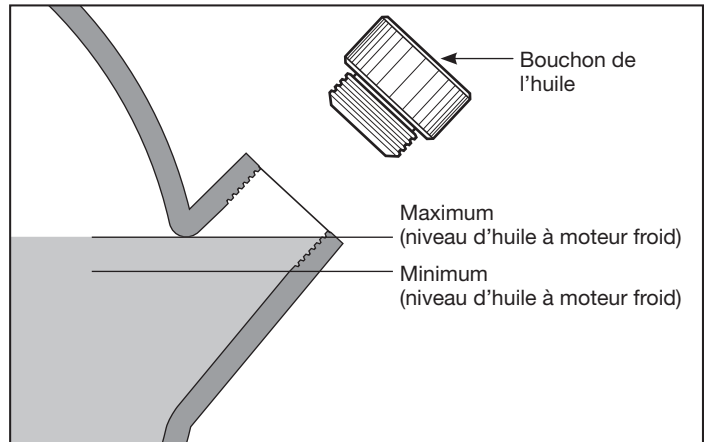

Figure 7 - Niveau d'huile
ATTENTION CET APPAREIL CONTIENT DE L'HUILE. Avant de faire fonctionner le compresseur, vérifier le niveau d'huile (voir Figure 7).
VÉRIFICATION DU NIVEAU D'HUILE (Voir la Figure 7)
5. Si nécessaire, faire déborder l'huile du même type et de la même marque jusqu'au niveau maximum (voir la figure 7 et la section sur la lubrification).
1. Vérifier le niveau d'huile (voir la Figure 7).